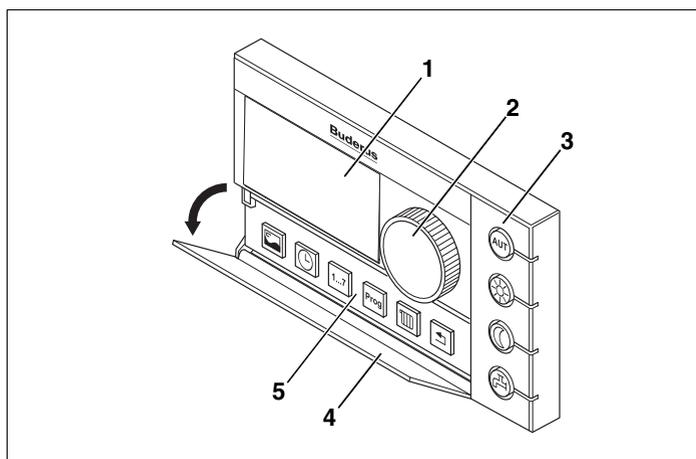

Fig. 6 Elementi di servizio dell'unità di servizio RC30
### Tasti delle funzioni principali (fig. 6, pos. 3)
### Tasti per le funzioni del livello di servizio (fig. 6, pos. 5)
Dietro lo sportellino (fig. 6, **pos. 4**) si trovano i tasti (fig. 6, **pos. 5**) per le funzioni del livello di servizio, nonché per le funzioni supplementari e speciali.